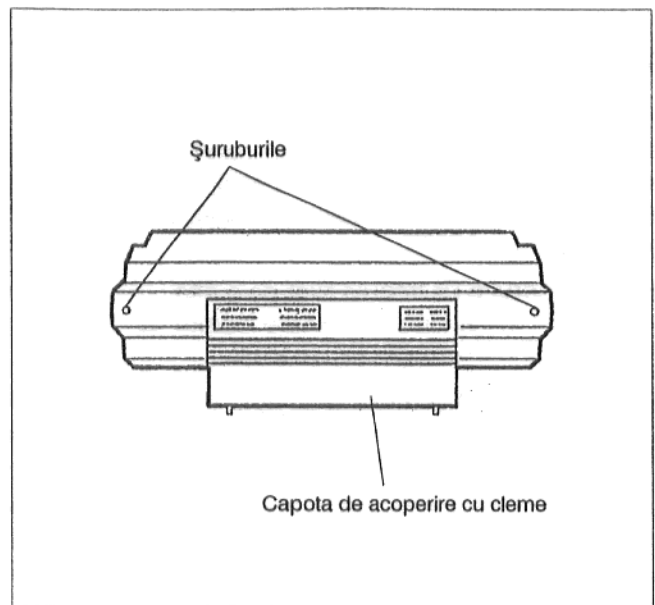

Fig. 37
- Se scot cele două șuruburi ale capotei de acoperire cu cleme (Fig. 37).